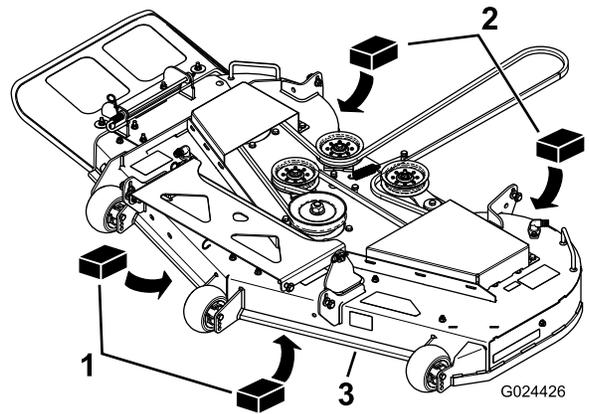

Figura 64
- Coloque dos bloques de 6.6 cm (2⁵/₈") debajo de cada lado del borde delantero de la carcasa, pero no debajo de los soportes de los rodillos protectores del césped (**Figura 64**).
- Coloque dos bloques de 7.3 cm (2⁷/₈") de grosor debajo del borde trasero del faldón de la carcasa de corte, uno en cada lado de la carcasa de corte (**Figura 64**).